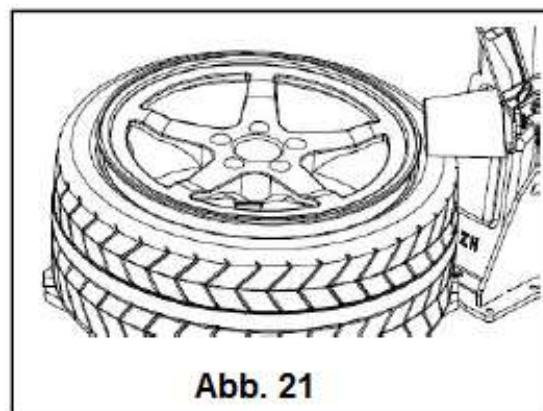

Abb. 21
- Wenn nötig, Reifenwülste lockern (Abb. 21).